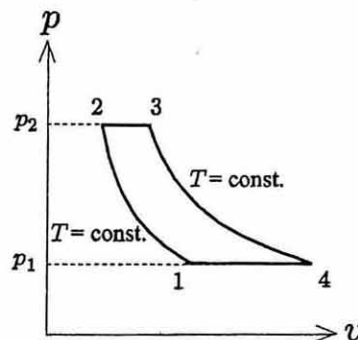

図 2
- (c) 等温過程を含む熱機関の図 2 のような理論サイクル 1→2→3→4→1 を考える. このサイクルは, 等温圧縮 1→2, 定圧加熱 2→3, 等温膨張 3→4, および定圧冷却 4→1 からなる. このサイクルの理論熱効率  $\eta$  を求め,  $\kappa, T_1, T_3, p_1, p_2$  を用いて表せ.